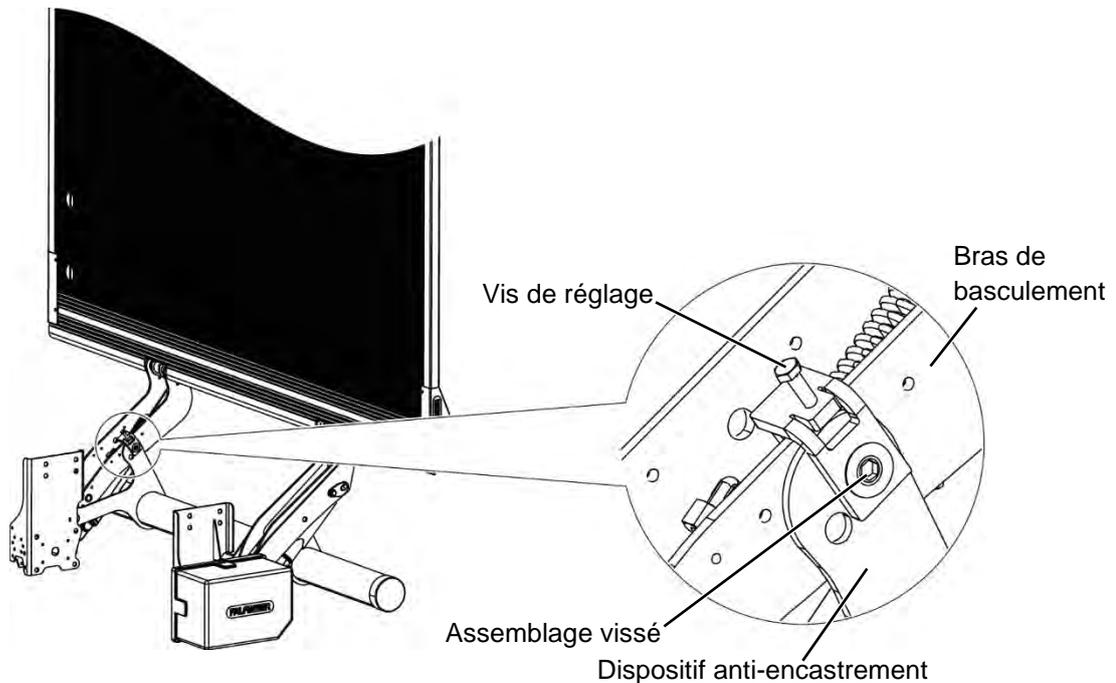

Figure 48 : Bras de basculement, PTC 750
- ▶ Positionnez la plate-forme avec la vis de réglage sur le bras de basculement de manière parallèle à la butée finale (voir Figure 48).